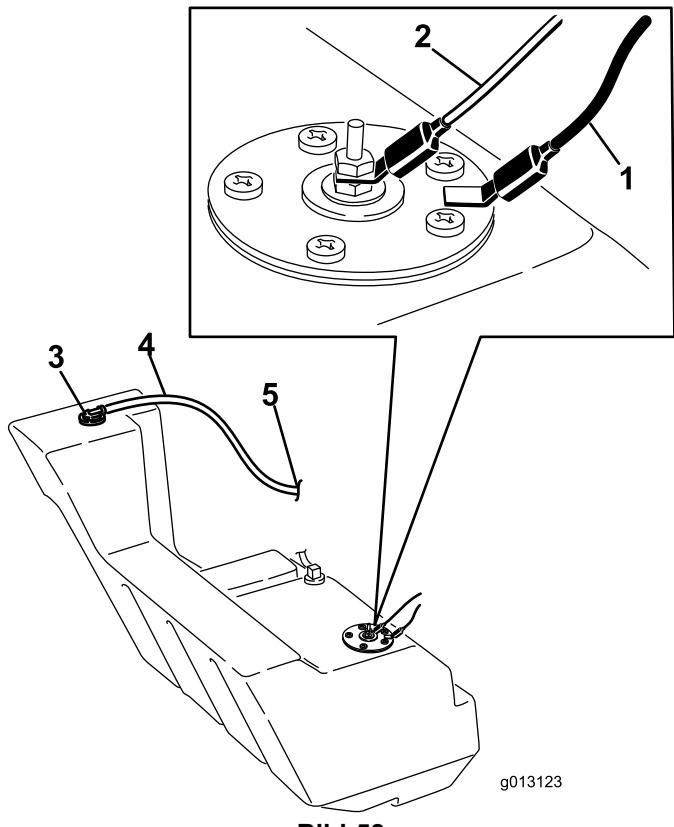

Bild 58
11. Ziehen Sie die beiden Kabel ab, die zur rechten Tankseite führen (Bild 58).
20. Auf der rechten Seite des Tanks verbinden Sie das orange Kabel mit dem inneren Pol und das schwarze Kabel mit dem äußeren Pol (Bild 58).